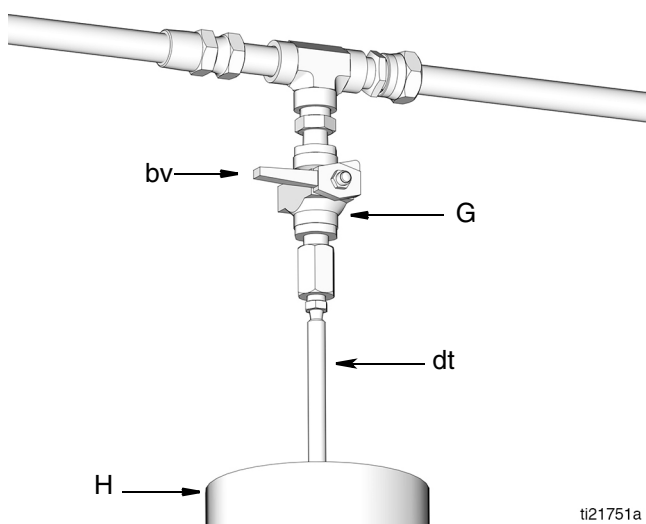

FIG. 16: In figura, l'installazione in linea
3. Ruotare l'alimentazione dell'aria per riempire la pompa (P).
4. Scaricare la pressione tra la pompa della stazione di riempimento remoto (P) e il dispositivo di intercettazione riempimento automatico (S):
- a. Aprire la valvola a sfera (bv) (FIG. 16). Viene scaricata la pressione e il fluido in eccesso viene drenato attraverso l'apposito tubo (dt) in un contenitore di raccolta del lubrificante (N).